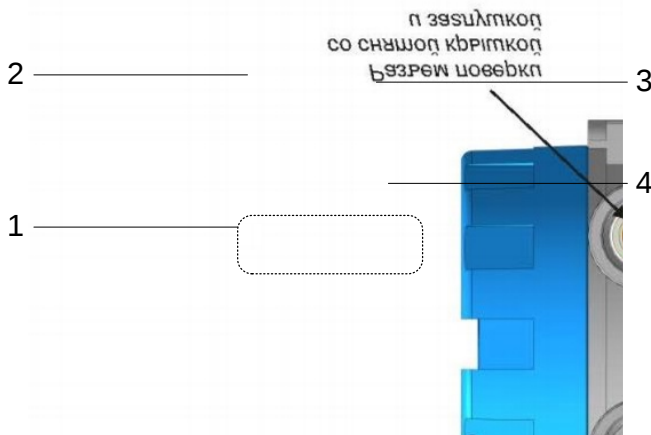

Рисунок 2.8 – Передняя панель ЭЛЕМЕР-РЭМ-2 с ВПР-03МВ
2.4.2.1 Общий вид передней панели ЭЛЕМЕР-РЭМ-2 с ВПР-03МВ представлен на рисунке (рисунок 2.8).